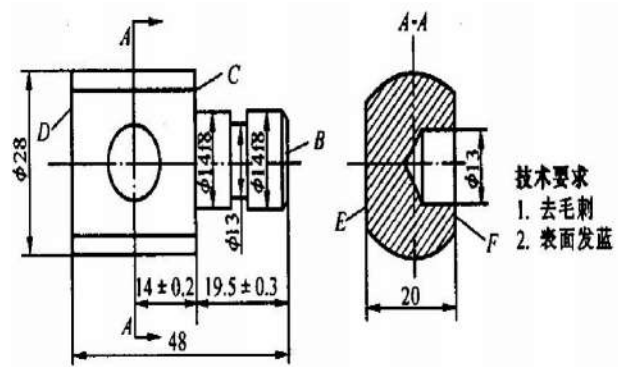

图 1-3
5、加工如图 1-3 零件，试确定单件小批量生产的工艺过程（工序号、工序内容、工作地点）（10 分）